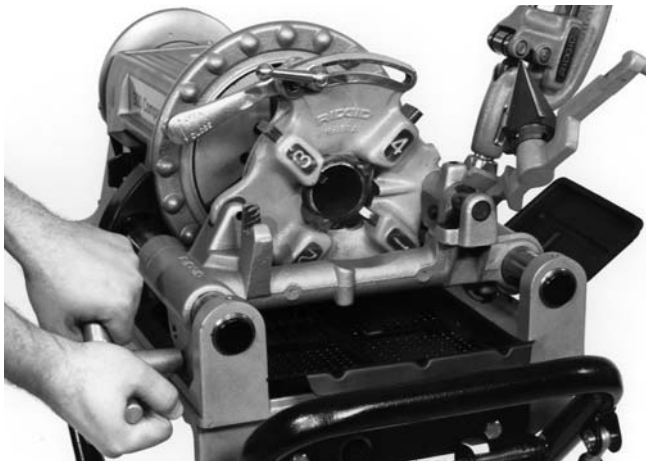

Figure 6 – Filetage des tuyaux à l'aide de la tête de filière à ouverture rapide n° 811-A
5. Tournez le volant du chariot afin d'amener les filières contre l'extrémité du tuyau. Une légère pression sur le volant engagera les filières (Figure 6).